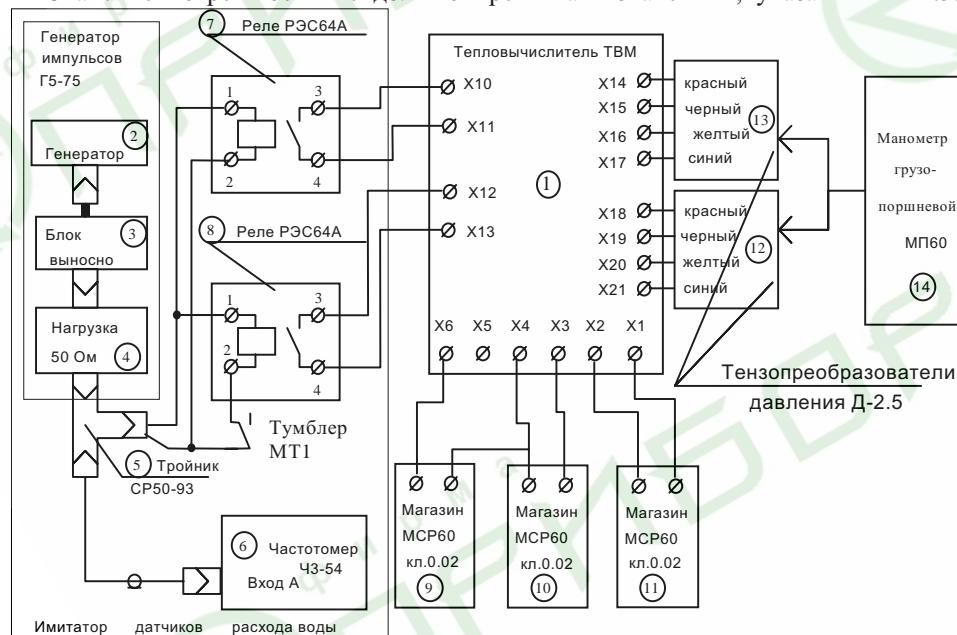

Рис.6А. Пример схемы соединений тепловычислителя ТВМ3 и измерительного оборудования при проведении поверки.
10.5.3.1. Для выполнения поверки к входам измерения температур подключаются магазины сопротивлений, к входам измерения расходов - имитаторы водометров, к тензодатчикам давления - грузопоршневой манометр, к входам 4-20 mA - задатчики тока. Количество и виды имитаторов определяются конфигурацией, в которой будет проводиться поверка. Например, на рис.6А показана схема для конфигурации ТВМ3-3/100П-2/2.5-Т, а на Рис.6Б схема поверки для прибора ТВМ5М-4/100П-5/2-2M(2Д)-4С-6/1,6-4:20 (имитаторы входов типа «сухой контакт» для простоты не показаны). При поверке ТВМ5, с целью уменьшения количества приборов в
Примечание: При поверке ТВМ3, предназначенного для применения в закрытой схеме теплоснабжения, допускается не использовать магазин поз.11 (Рис.6А), устанавливая перемычки на входы преобразователей температуры согласно Рис.10, Рис.11.
Рис.6Б. Пример схемы соединений тепловычислителя ТВМ5М-4/100П-5/2-2М(2Д)-4С-6/1,6-4:20, работающего со счетчиками расхода воды, имеющими частотный выход и измерительного оборудования при проведении поверки.
Для выполнения поверки ТВМ собирается схема, где датчики расхода воды заменяются имитаторами. Имитатор расходомера (см. Рис.6А) с выходом типа «сухой контакт» состоит из генератора импульсов Г5-75, частотомера ЧЗ-54, и реле РЭС64А, однако допустимо применение другого имитатора, имеющего необходимые характеристики.